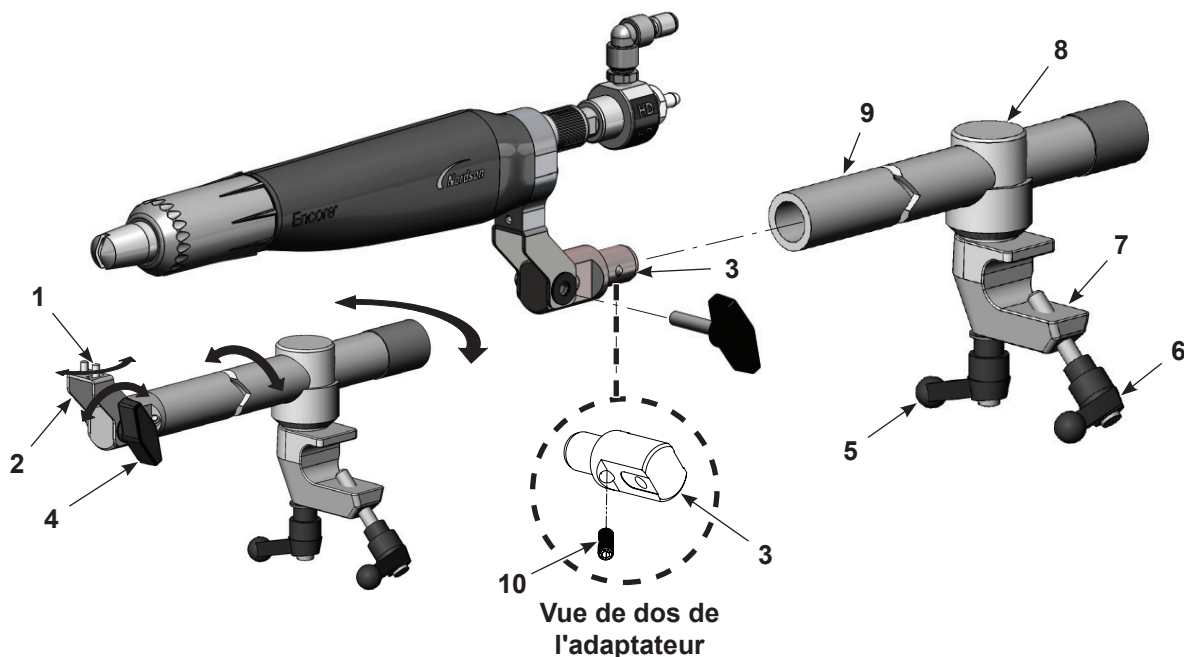

Figure 3-2 Fixation d'un pistolet de pulvérisation à fixation sur barre
Voir la Figure 3-2. Monter l'adaptateur de fixation sur barre (3) pour pistolet de pulvérisation dans l'extrémité de la barre de réglage (9) et le bloquer en serrant la vis de blocage (10) avec une clé Allen de 4 mm.
- Desserrer la vis à tête plate (1) de droite pour déplacer la pointe du pistolet de pulvérisation d'un côté à l'autre.
- Pour basculer la pointe du pistolet de pulvérisation vers le haut ou le bas, desserrer le bouton d'inclinaison (4).
- Pour faire tourner la barre de réglage sur l'axe du corps de blocage (8) ou dans le corps de blocage, desserrer la poignée de rotation (5).